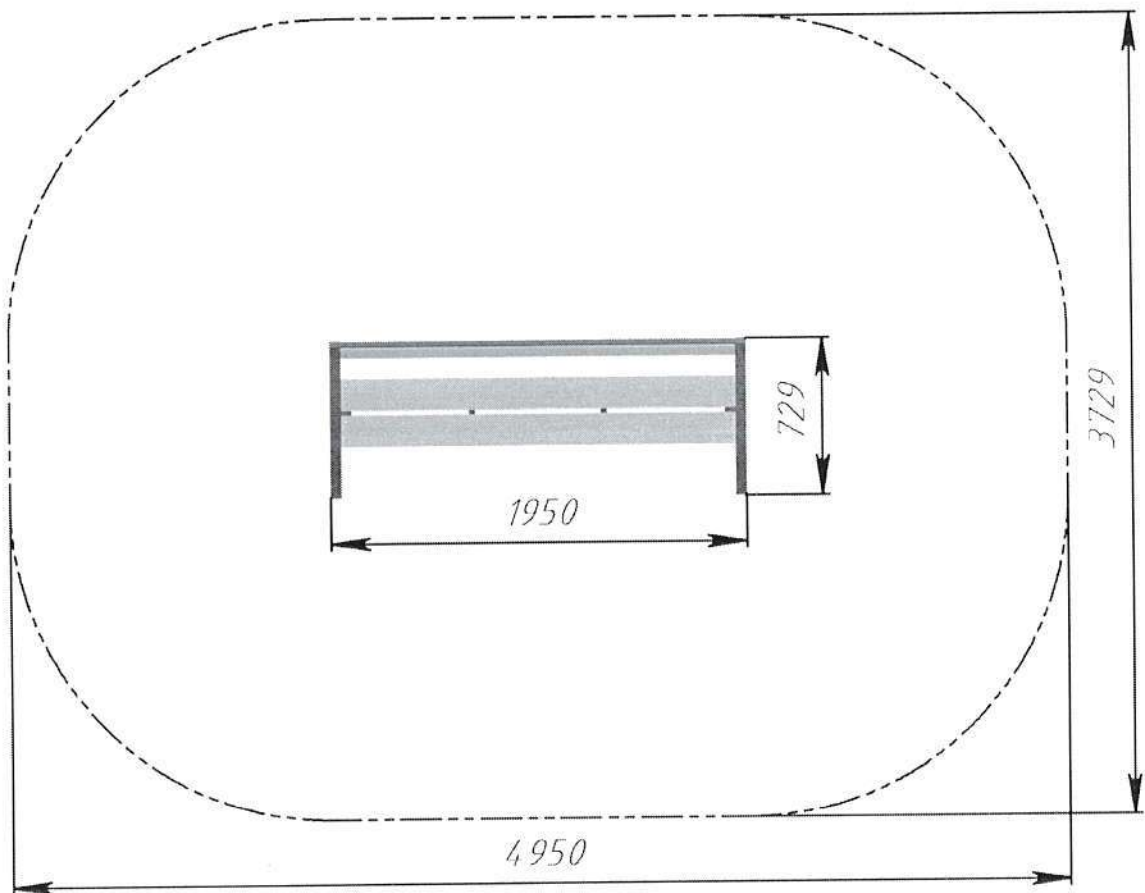

Рис.2 Безопасная зона приземления скамьи РТР 048В
12.4. Монтаж скамьи проводится на ровной площадке, свободной от насаждений. Размер площадки должен обеспечить безопасную зону приземления вокруг скамьи в соответствии с рис. 2.